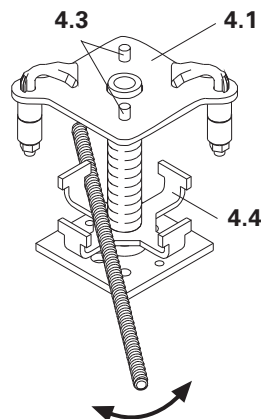

Fig. 13
- No liberar la tuerca con aletas golpeando. ¡Peligro de rotura! (Fig. 13)